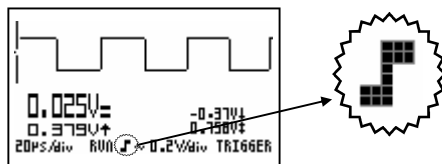

Fig 52
**Triggering on the falling slope (Fig. 52):**
**Triggering op de dalende flank (Fig. 52) :**
**Démarrage sur le flan descendant du signal (Fig. 52):**
**Triggering in der fallenden Flanke (Abb. 52):**